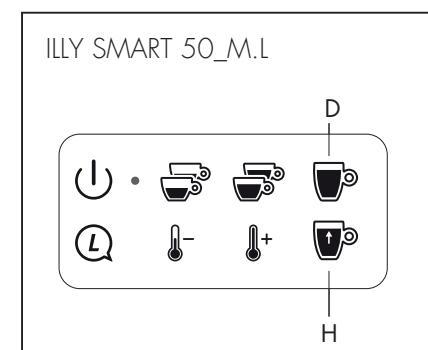

Fig. 12
Per ILLY SMART 50_M.L il tasto (D) eroga 240 cc ed il tasto (H) eroga 90 cc; assicurarsi quindi di posizionare un contenitore adatto alla quantità erogata (**Fig. 12**).